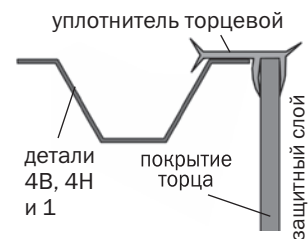

Рис.17
4. Подровняйте ножом покрытие по дугам **4н** и **4в**, а затем установите уплотнительный профиль в соответствии с рис.17.